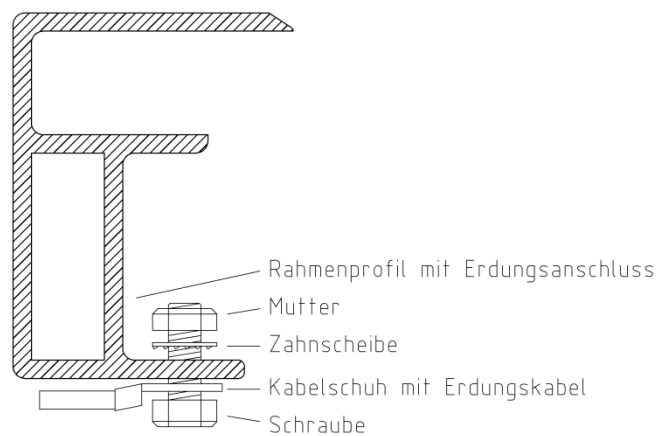
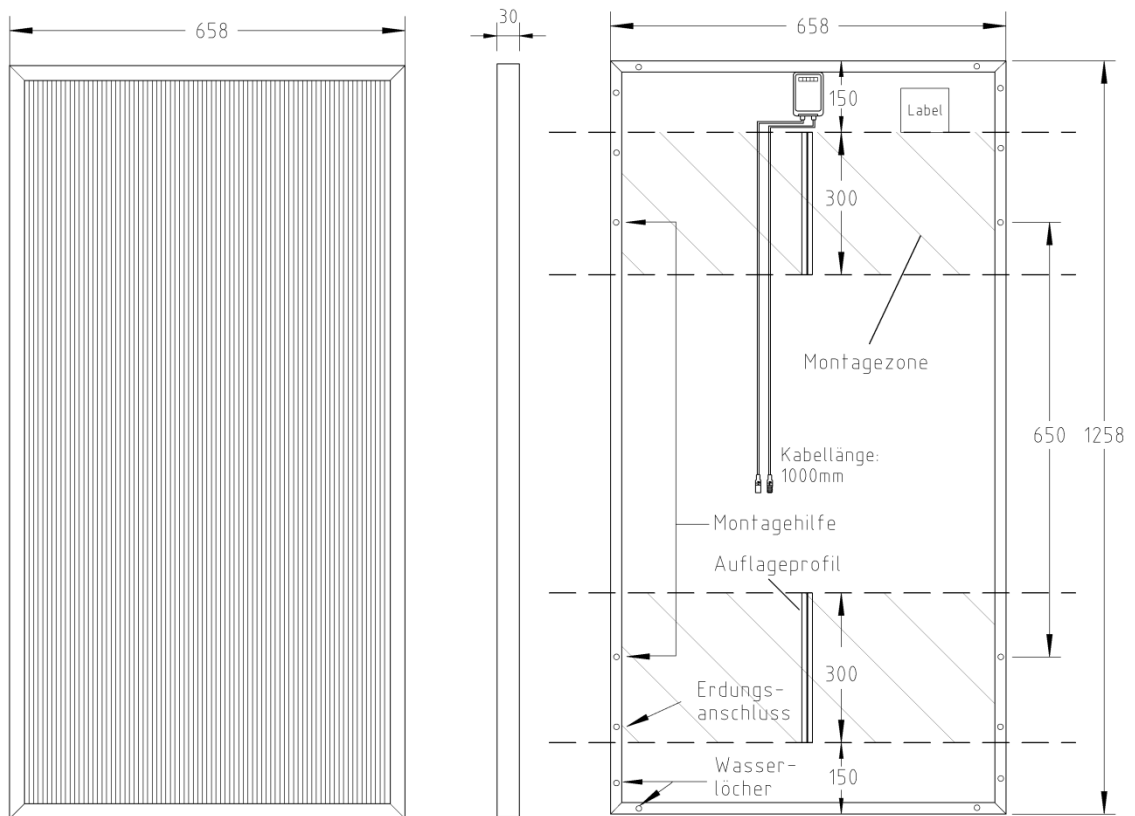

Abbildung 1: Technische Zeichnung zur Erdung von PV-Modulen
Abbildung 2: Technische Zeichnung für PV Module der Serie SCG-HV-F und SCG-LV-F
Möglichkeit 1: Modulrahmen durch Kabel mit Kabelschuhen aneinander schließen. Hierfür vorhandene Bohrungen auch genannt Erdungsanschlüsse (Durchmesser 4 mm) benutzen. Zur Herstellung der leitenden Verbindung (Rahmen ist eloxiert) eine selbstschneidende Schraube (Durchmesser 5 mm) oder eine Fächerscheibe verwenden (vgl. Bspl. Abb.1 und Abb.2)
Es ist zu beachten, dass die vorgegebenen Entwässerungslöcher (vgl. Abb. 2) frei von jeglicher Abdeckung zu montieren sind, und das Wasser ungehindert ablaufen kann.
Der Einsatz der Solarmodule in Gebieten mit Schneelasten bis 2400Pa ist allgemein zulässig. Die Solarmodule sind an 4 Punkten **wechselseitig** auf den Streben zu montieren. Die Position der Klemmen auf der langen Seite des Moduls muss innerhalb der Montagezone von 150mm bis 450mm liegen (vgl. Abb. 1). Eine Befestigung an den Schmalseiten des Moduls darf nicht vorgenommen werden. **Die Montageklemmen müssen den gesamten Modulrahmen umfassen und das Solarmodul**
Die in den Abb.1 und Abb.2 vorgegebenen Erdungslöcher dienen nur zum Zwecke der Erdung
Auch die in Abb.2 vorgesehenen Montagehilfen dürfen nicht zum Zwecke der Anbringung an das Montagesystem oder sonstigem dienen.
- Die Erdung der Module soll nur an den dafür vorgegebenen Stellen am Rahmenprofil (vgl. Abb. 1 und Abb.2) mittels Erdungskabel, das mit dem Rahmen elektrisch leitend verbunden wird, durchgeführt werden.